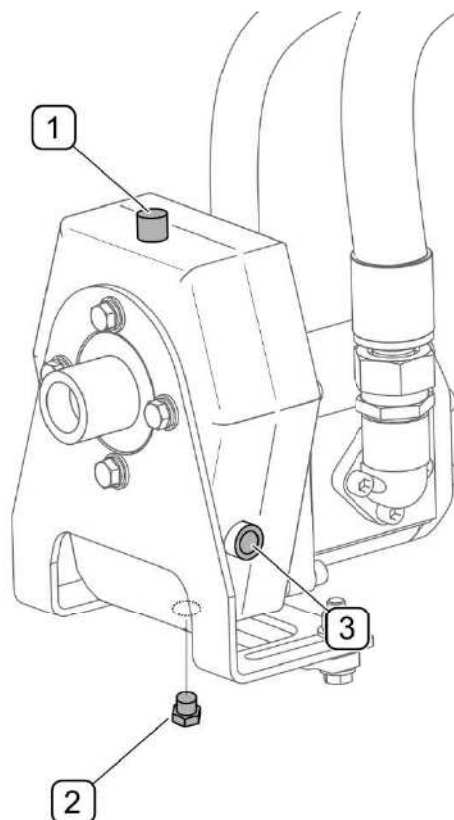

РИСУНОК 5.18Мультипликатор
Перед каждым началом работы необходимо проверить уровень масла в мультипликаторе (РИСУНОК 5.18). Для этого необходимо установить корпус мультипликатора вертикально так, чтобы пробка с воздухоотводом (1) находилась сверху, и проверить уровень в контрольном окошке (3). Правильный уровень масла должен достигать до половины окошка (3).
Масло в мультипликаторе (РИСУНОК 5.18) нужно заменять через каждые 500 часов работы или один раз в год, в зависимости от того, что наступит раньше.
Для замены масла в мультипликаторе (РИСУНОК 5.18) необходимо: